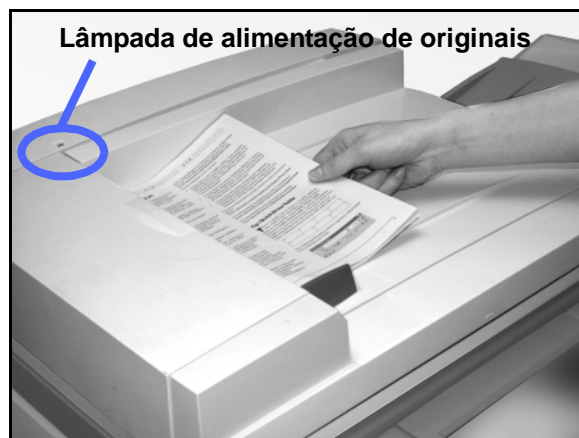

Figura 21: colocar um documento na bandeja alimentadora do AAOD
- Caso possua um Alimentador automático de originais duplex, coloque o documento com a face voltada para cima na bandeja do AAOD, como na Figura 21. A Lâmpada de alimentação de originais irá acender quando o documento estiver na posição correta. Certifique-se de que a guia de papel esteja contra o documento original.